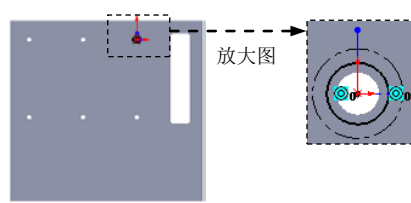

图 17.10.67 编辑草图
(4) 编辑草图，如图 17.10.67 所示。退出草图环境，完成成形特征 1 的创作。